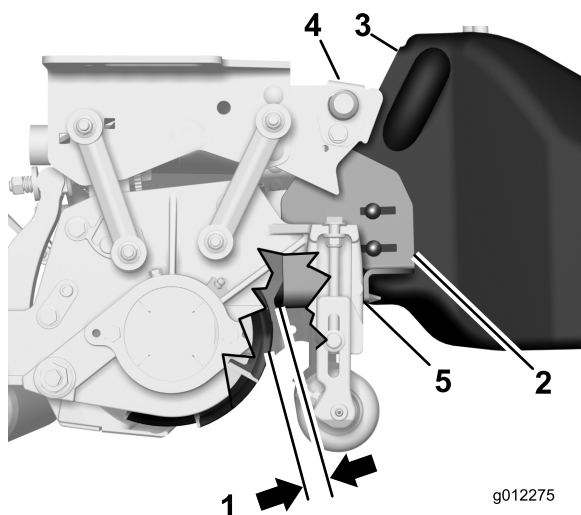

Figure 15
- À chaque extrémité du bac, desserrez les écrous des boulons de carrosserie qui fixent les supports de butée au bac (Figure 15).
- Positionnez le bac parallèlement au plateau de coupe, avec un espace d'au moins 6 mm entre le rebord du bac et le cylindre (Figure 15).